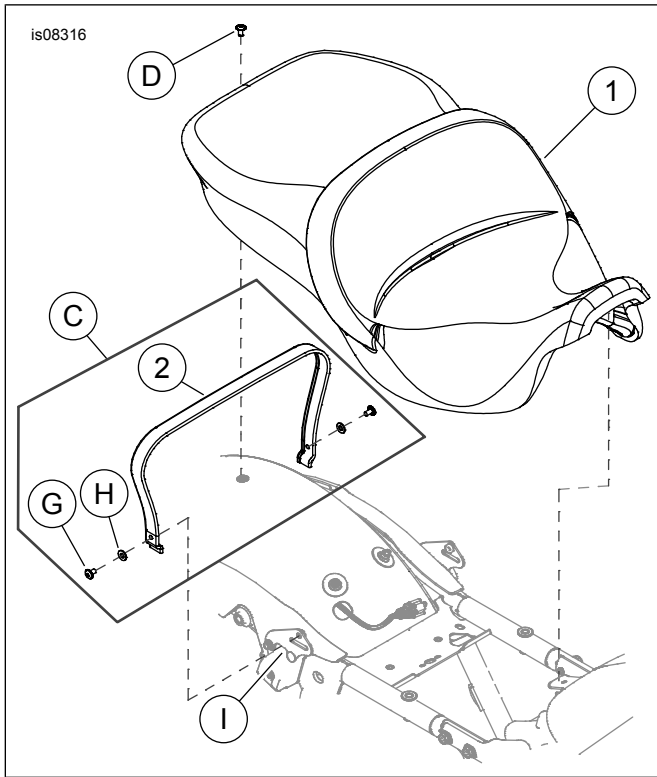

Рисунок 2. Содержимое комплекта Сиденье для моделей Touring
1. См. рис. 2. Снимите с транспортного средства винты ремешка пассажирского сиденья (G), шайбы (H) и ремешок пассажирского сиденья.
3. Снимите винт со стопорной шайбой (D) и сиденье.